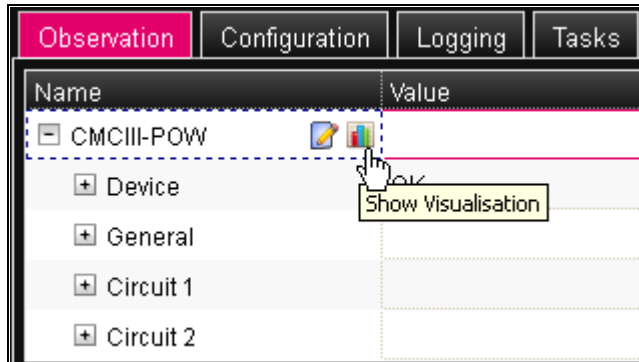

Abb. 31: „Grafik“-Symbol
- Klicken Sie auf das farbige „Grafik“-Symbol hinter dem Eintrag „CMC III-POW“ in Form eines stilisierten Diagramms (Abb. 31). Die Anzeige wechselt in die grafische Darstellung